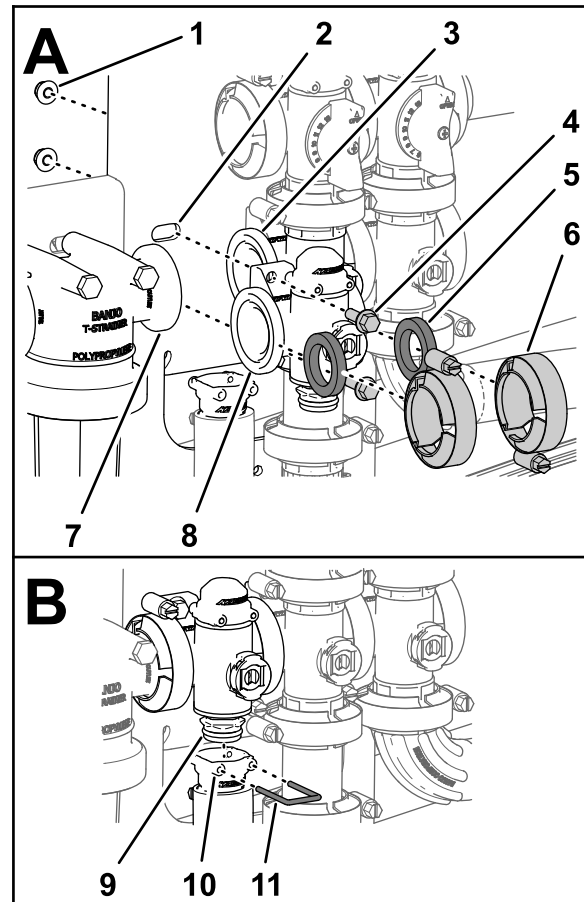

Figura 126
1. Alinee una junta entre las bridas del distribuidor de la válvula de control de caudal y la cabeza del filtro de presión (Figura 126 A).
2. Monte el distribuidor de la válvula de control de caudal, la junta y la cabeza del filtro de presión con una brida de fijación y apriete a mano (Figura 126 A).
3. Alinee una junta entre las bridas del distribuidor de la válvula de control de caudal y el distribuidor de la válvula de agitación (Figura 126 A).
4. Monte el distribuidor de la válvula de control de caudal, la junta y el distribuidor de la válvula de agitación con una brida de fijación y apriete a mano (Figura 126 A).
5. Monte la válvula de control de caudal en el soporte de la válvula con los 2 pernos con arandela prensada y 2 contratuercas con arandela prensada (Figura 126 A) que retiró en el paso 3 de Retirada del distribuidor de control de caudal \(página 82\), y apriete el perno y la tuerca a 10-12 N·m.
6. Monte el conector de salida en el acoplamiento inferior del distribuidor de la válvula de control de caudal (Figura 126 B).
7. Sujete el conector de salida al acoplamiento insertando una horquilla de retención en el alojamiento del conector de salida (Figura 126 B).